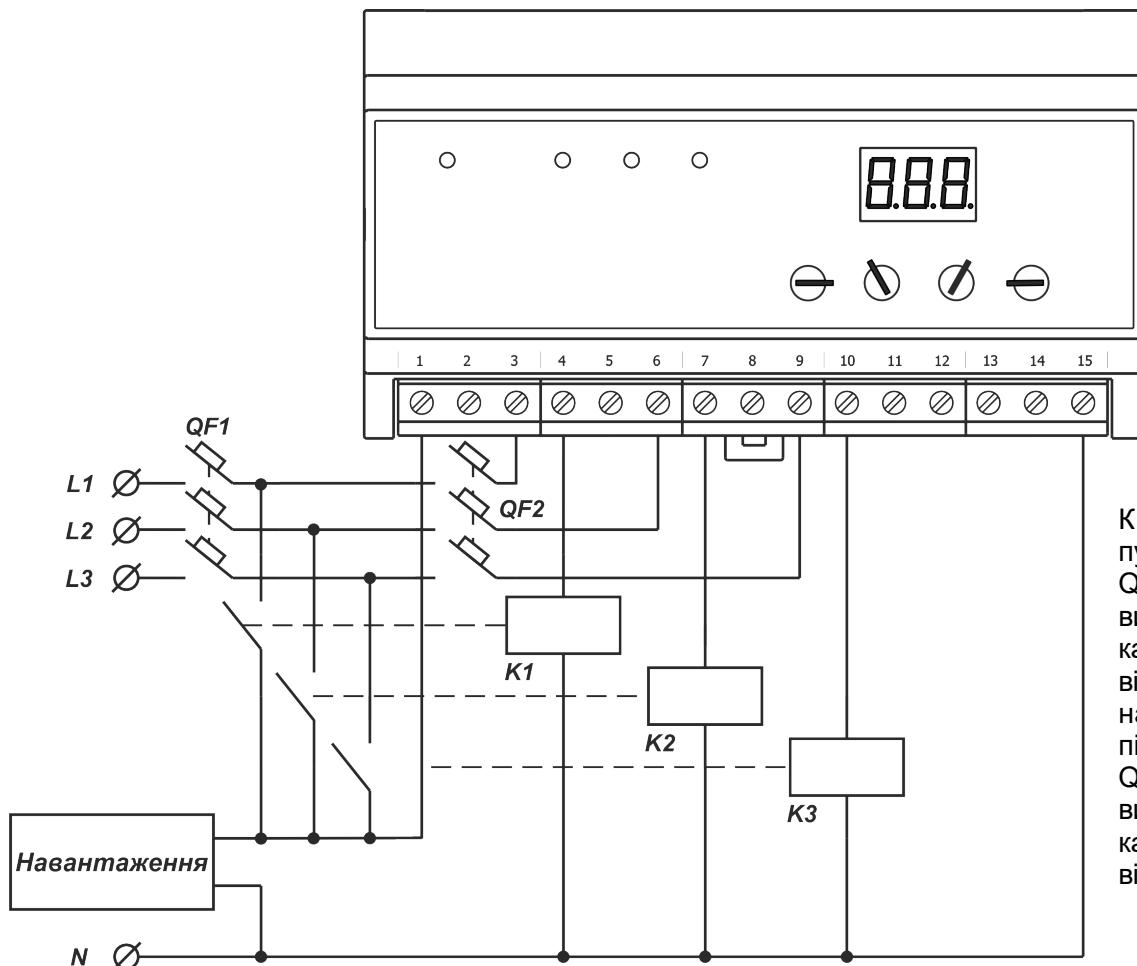

Рисунок 3 – Схема підключення PEF-319 при величині навантаження більше 30 А з використанням МП
4.2.5 У PEF-319 передбачено внутрішнє блокування від залипання контактів вихідних будованих реле, а також контроль стану силових контактів МП у зовнішньому колі (для контролю залипання використовується клема 1, рис. 3). Якщо хоча б один контакт замкнений («залипнув»), PEF-319 блокується, перемикання фаз не відбувається, блимає червоний індикатор **FAULT** і зелений індикатор фази, на якій відбулося залипання контактів. Одночасно на дисплей короткочасно виводиться код аварії і номер реле (МП) фази, яка «залипла» (наприклад, код «**Г 2**» означає контакт, який залипнув на фазі **L2**). Розблокування виробу здійснюється шляхом зняття з нього напруги.